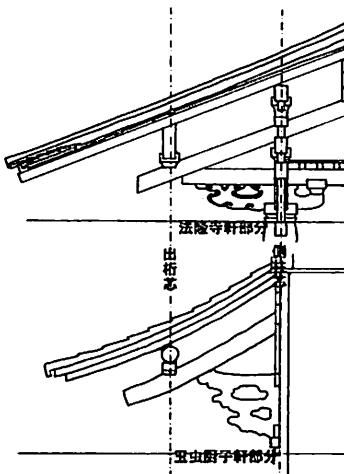

図1 法隆寺様建築軒の出比較図
2. 軒の出 軒先を少しでも側柱通りより外に出して深い軒を作ることは建物を雨や陽射しから守るのにとても都合がよい。断面の大きい樋を用いてもおのずと軒の出には限界がある。出桁（丸桁）を支点に一本の樋で軒を作る方法を「一軒」、二本の樋で持ち出す場合を「二軒」と呼んで区別をする。法隆寺様建築では一軒としている。薬師寺三重塔以降では二軒とするのが主流である。法隆寺様建築の5棟では少しの出入りはあるがほぼ同じ形式である。5棟の内でも古い様式と思われ、基本形式と考えられる金堂初重と玉虫厨子の軒とを比較してみることにする。側柱芯から出桁芯までの距離と同じにして描いたのが図1である。